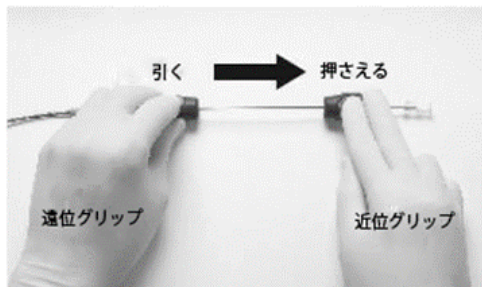

図2 Stent留置
- (1) インナーシャフトの遠位エックス線マークが標的病変の遠位端に来るまで本品を進ませる。
- (2) Stentシステムにたるみなくなり、インナーシャフトのエックス線マークが標的病変の遠位及び近位に来るように、Stentシステムを手前に引く。
- (3) セーフティロックを反時計回りに回してゆるめ、本品の固定を解除する。
- (4) 近位グリップを押さえ付けてインナーシャフトを固定し、遠位グリップを近位グリップの方向に引いてStentの展開を開始する(図2参照)。